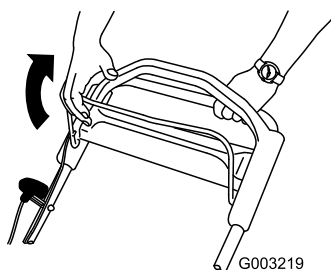

Figura 15
1. Tire de la barra de control de la cuchilla hasta el manillar (Figura 15).